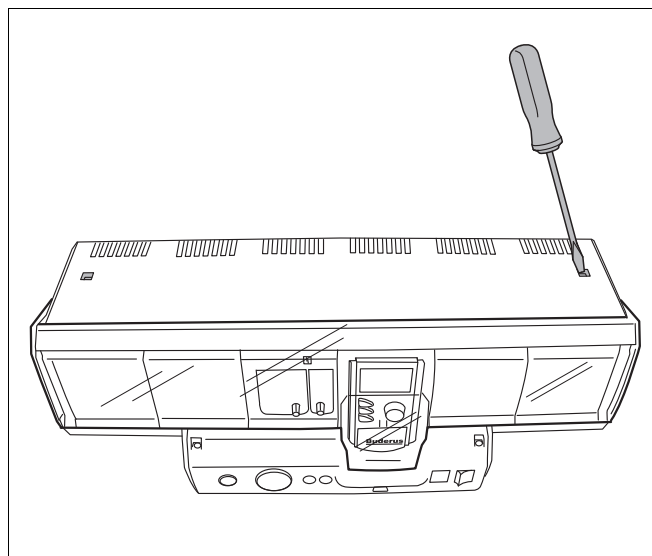
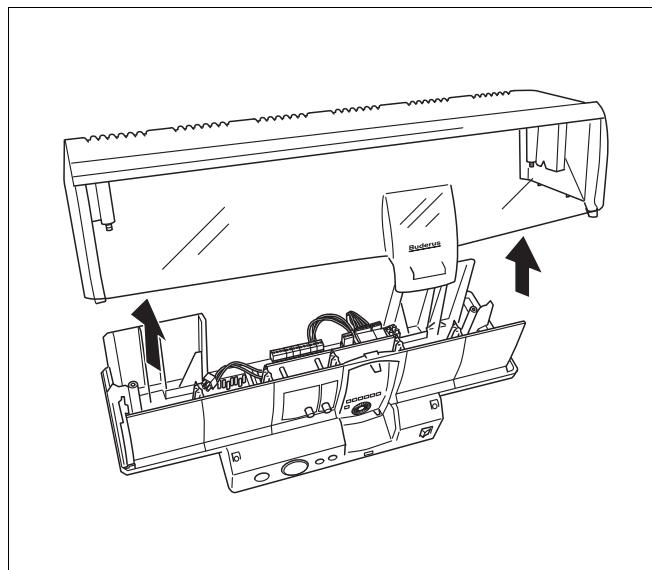

Рис. 2 Крышка системы управления, отверните винты
Рис. 9 Открытие крышки системы управления
- Отверните винты крышки и снимите ее с системы управления (→ Рис. 2).
- Откройте крышку системы управления (→ Рис. 2, стр. 6 и Рис. 9).